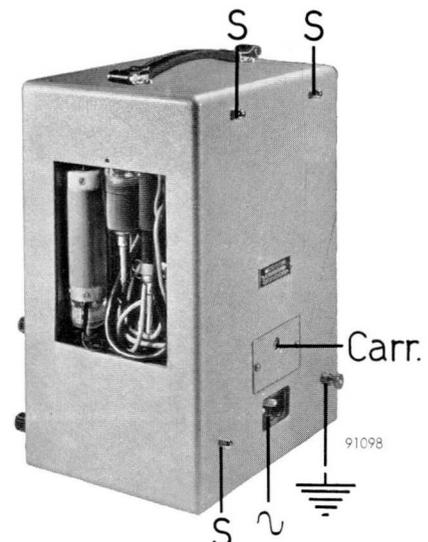
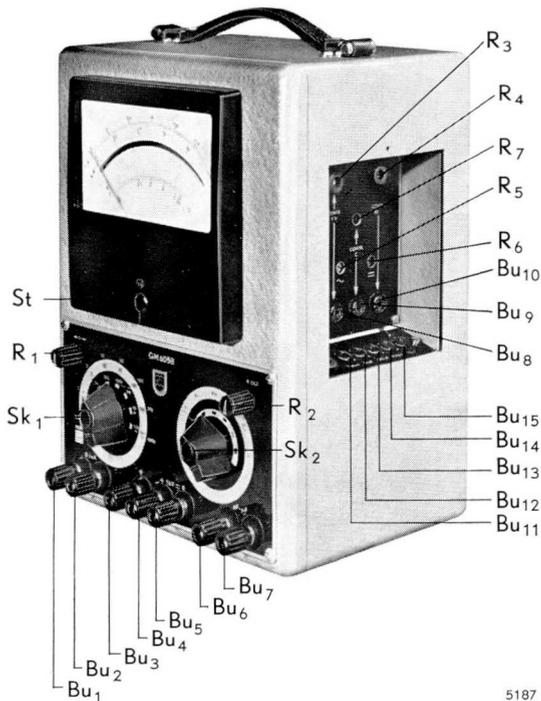
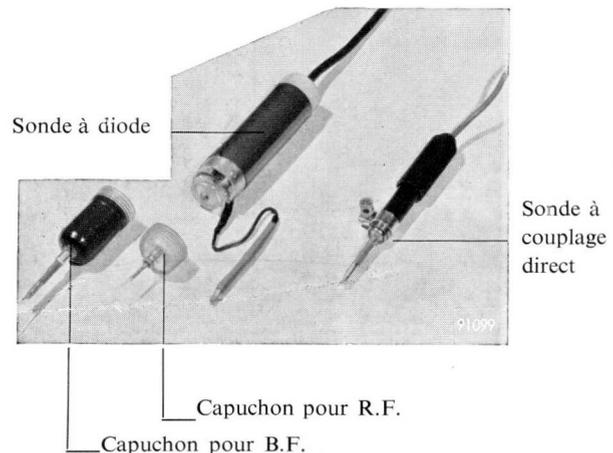

Fig. 18
Fig. 19 Vue frontale
Fig. 20
La sonde à diode comporte deux embouts amovibles, l'un grand, l'autre petit (voir fig. 20). Le petit est vissé sur la sonde en usine, le grand étant vissé sur le support prévu dans le logement (voir fig. 18).
La borne de masse ("⏏" dans la fig. 18) est reliée au boîtier, à la borne Bu3 ("⏏" sur la fig. 19) et à un des blindages statiques du transformateur d'alimentation. Cette borne n'est pas reliée **ni à Bu1 ni à Bu5\***). La connexion de masse des sondes correspond, à l'intermédiaire du commutateur Sk2, à la douille Bu1 (et Bu5).
Lors de la livraison, l'appareil est réglé pour une tension secteur de 220 V (et une fréquence de 50 c/s). On peut lire cette tension par l'ouverture ronde "Carr." dans la paroi arrière (voir fig. 18). Si cette tension ne correspond pas à la tension du secteur local, enlever la plaque de protection, sortir légèrement le carrousel et le faire tourner jusqu'à ce que la tension requise se trouve lue au-dessus. Renfoncer ensuite le sélecteur, remettre la plaquette (ouverture en haut). La tension désirée doit être lisible par l'ouverture.
**Terre** – La borne de masse ("⏏" sur la fig. 18) de l'appareil doit être reliée avec une bonne terre avant d'effectuer le raccordement au secteur.
**Secteur** – Tourner le commutateur  $Sk_2$  vers la gauche à zéro et introduire dans les fiches noyées ("~" dans la fig. 18) le côté correspondant du cordon secteur qui sera raccordé au réseau.
L'emplacement des boutons de commande et des douilles de raccordement est indiqué dans la fig. 19.
Enfoncer la pointe de mesure de la sonde utilisée dans Bu15 (cette douille se trouve à l'intérieur du logement prévu, sur le côté droit de l'appareil, voir fig. 19).
L'on peut sortir l'appareil du boîtier en enlevant les trois vis "S" et la borne de masse " $\perp$ " situées à l'arrière (voir la fig. 18).